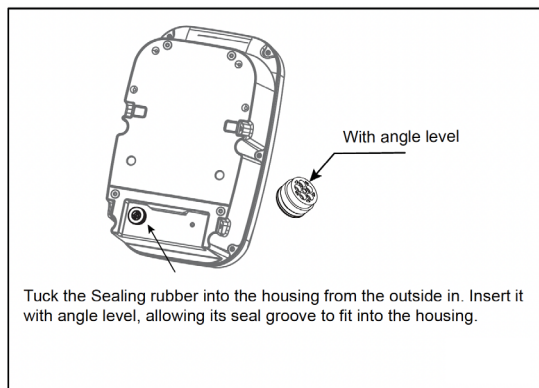

Fig. 17
- b1. Inserire la gomma di tenuta nell'alloggiamento dall'esterno verso l'interno (vedi fig. 17). Far passare i conduttori attraverso la gomma sigillante, utilizzando un foro per ciascun conduttore. Dopo averli inseriti tutti, lasciare una lunghezza di cavo sufficiente a raggiungere la morsettiera.